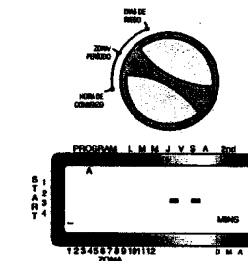

Ilustración 6: Duración de la estación para el programa A
- ◆ Haga girar el dial a la posición Duración de estación ya sea en el program A o en el B. La pantalla mostrará el programa que usted haya seleccionado con una "A" o una "B" y los -- MINS y el cursor intermitente en la estación "1" [Vea la ilustración 6].